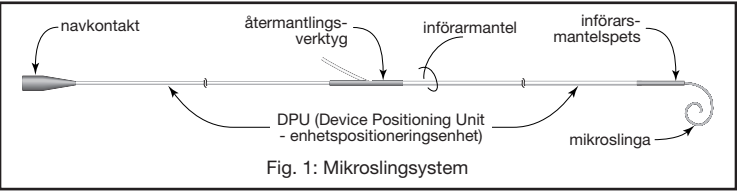

Fig. 1: Mikroslingsystem
Så som visas i bild 1, består mikroslingsystemet av en embolisk mikroslinga som är fäst i DPU-enhetetskabeln (device positioning unit). Det är täckt av ett införarhöljessystem. Mikroslingformen kan vara rak, sfärisk, komplex eller helical. DPU-kabeln är ett steglöst styhetssystem och har ett röntgentätt markörband placerat tre (3) cm från den distala änden. Införarskyddssystemet har tre huvudkomponenter: en införarspets, en genomskinlig införarkropp och ett återskyddsskydd.